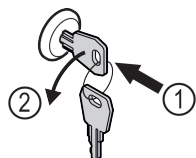

Fig. 123
- ▶ Klíč zasuňte dovnitř. Fig. 123 (1)
- ▶ Otáčejte klíčem o 90° proti směru hodinových ručiček. Fig. 123 (2)